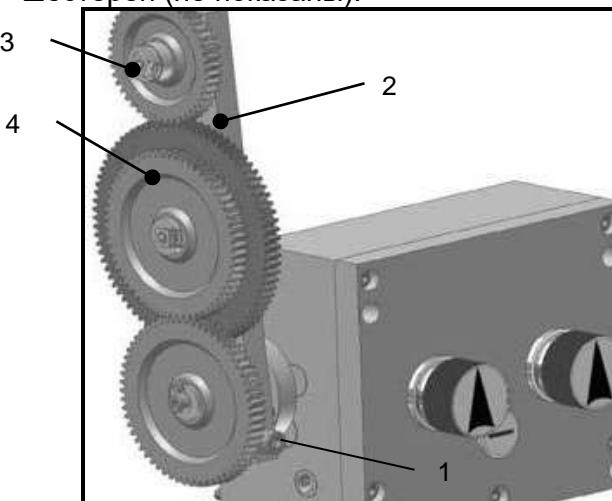

Рис. 15
- Ослабьте винт (1, Рис. 15) поворотной консоли (2, Рис. 15)
- Выведете, повернув на себя, из зацепления со шпинделем консоль (2, Рис. 15) с набором шестерен для удобства настройки
- Извлеките фиксирующие шайбы осей шестерен, и открутите квадратные гайки (3, Рис. 15)
- Аккуратно снимите шестерни (4, Рис. 15) с осей, извлеките передвигаемые сухари осей шестерен (не показаны).
После регулировки зазоров между шестернями и их фиксации, поворотом консоли (2, Рис. 15) введите шестерни в зацепление с шестерней на шпинделе и зафиксируйте ее винтом (1, Рис. 15).